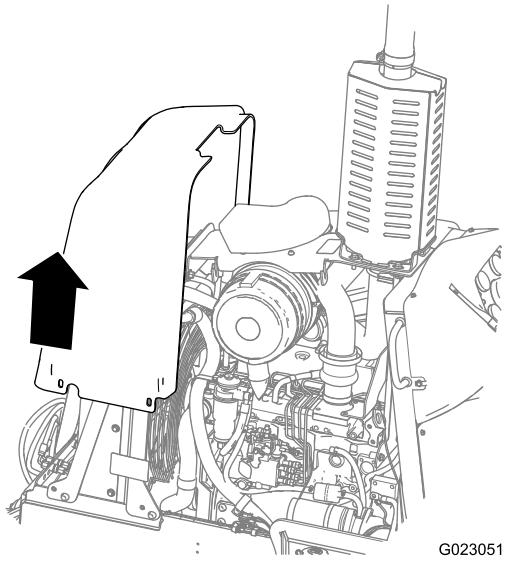

Рисунок 40
4. Поднимите переднюю панель вверх и снимите ее с машины (Рисунок 40).
- Опустите переднюю панель вниз, на машину (Рисунок 40).